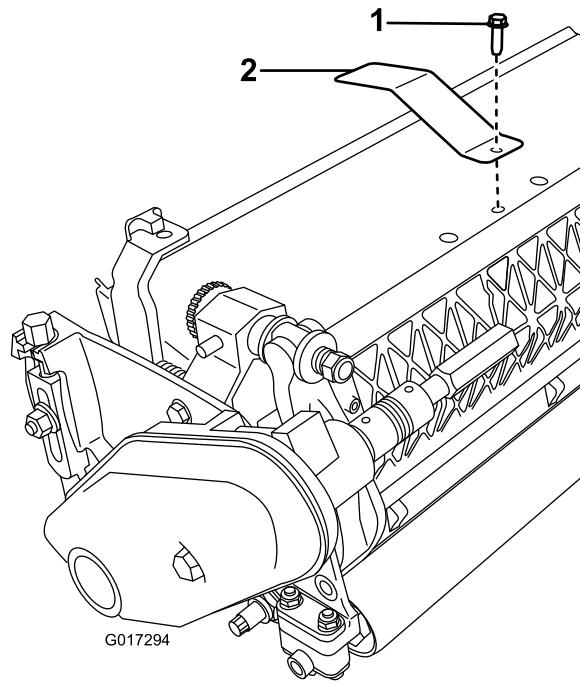

图13
2. 拆下中间的挡草罩螺栓 图13。
3. 使用之前拆下的螺栓将靶板安装到滚刀组在塑料整流罩下方顶部 图13。